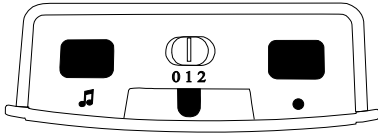

Afbeelding 5: Batterijvak van de »signolux«-ontvanger
- a) Op de achterzijde bevindt zich een batterijvak waarvan u de afdekking voorzichtig naar onderen kan laten schuiven, zodat het batterijvak open gaat (zie afb. 5).